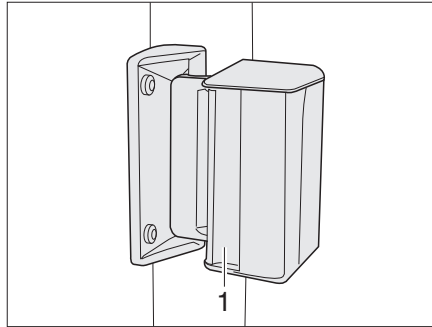

Fig. 62 Finestra scorrevole
- Premere la maniglia (Fig. 62,1) e contemporaneamente spingerla o tirarla avanti o indietro.